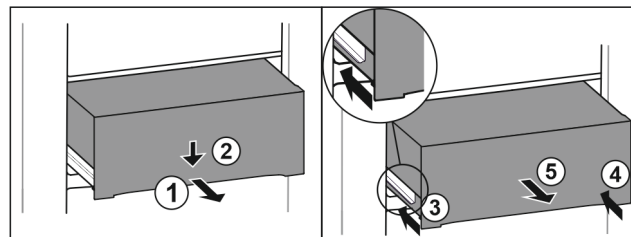

Fig. 160
- ▶ Schubfach halb herausziehen. Fig. 160 (1)
- ▶ Schubfach an der Vorderseite nach unten drücken. Fig. 160 (2)
- ▶ Linke Schiene etwa 2 cm einschieben. Fig. 160 (3)
- ▶ Rechte Schiene etwa 2 cm einschieben. Fig. 160 (4)
- ▶ Schubfach nach vorne entnehmen. Fig. 160 (5)